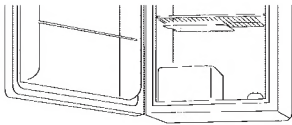

fig. 3
- Para descongelar el congelador, retire los alimentos y la charola para cubos de hielo del compartimiento del congelador. Su modelo puede requerirle colocar la bandeja del goteo bajo sección del congelador (véase fig. 3). Para descongelar, gire dial del control de temperatura a la posición de "Off" (Apagado). La descongelación generalmente se lleva a cabo en unas cuantas horas. Para descongelar más rápido, mantenga la puerta abierta y coloque un recipiente con agua tibia dentro del refrigerador.